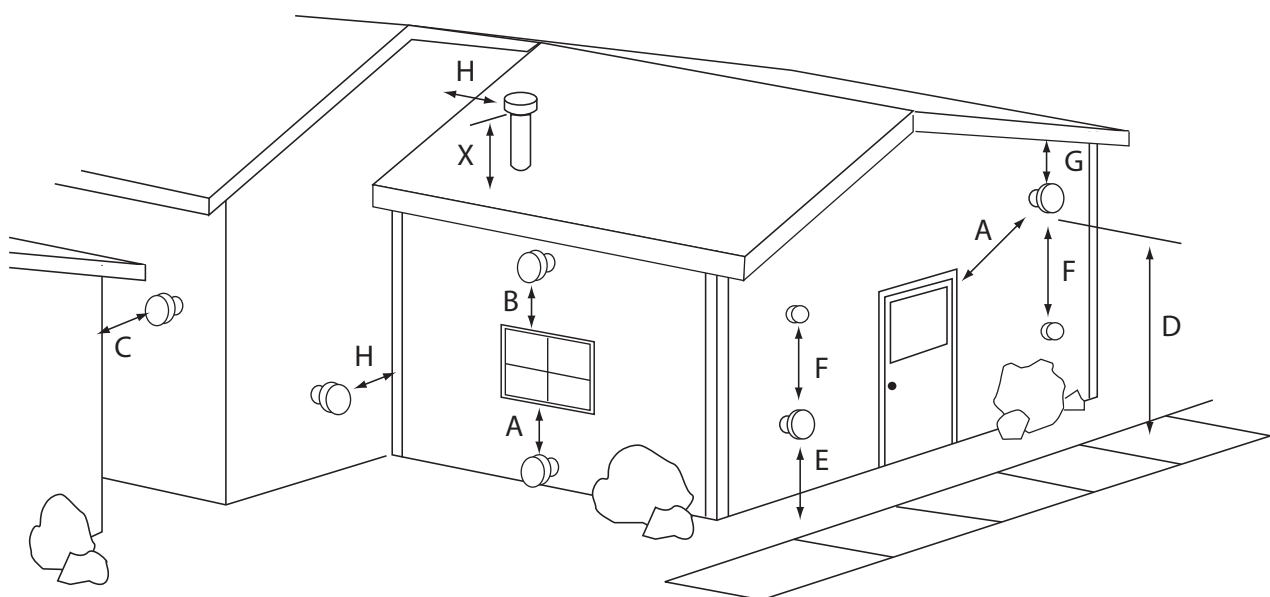

Figure 7 : Sortie d'évacuation
- L'évacuation du poêle doit déboucher sur l'extérieur du bâtiment. Les sorties horizontales doivent dépasser d'un minimum de 30 cm (12 po) du mur. Les sorties verticales doivent dépasser d'un minimum de 60 cm (24 po) de la surface du toit. **En outre, tous les dégagements indiqués ci-dessous doivent être respectés. VOIR FIGURE 7.**